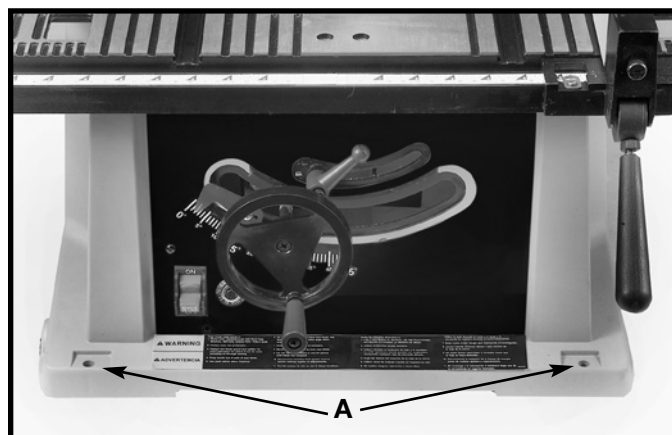

Fig. 4A
Posicione los cuatro hoyos que montan localizado en la base del vio gabinete (dos de que se muestran en (UN) Fig. 4A) sobre cualquier apoyo apropiado que usted utilicen. Entonces abroche seguramente el vio a los apoyos. El vio puede ser asegurado abrochando el soporte por los hoyos que montan con hardware conveniente (no suministrado).